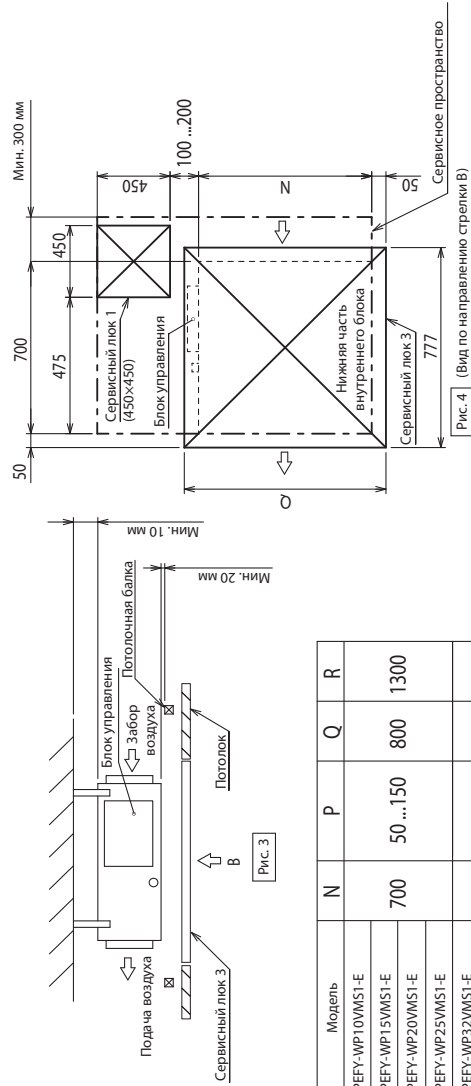

Рис. 4 (Вид по направлению стрелки В)
• оборудуйте сервисный люк 1 по диагонали под блоком управления и сервисный люк 3 под блоком, как показано на Рис. 4